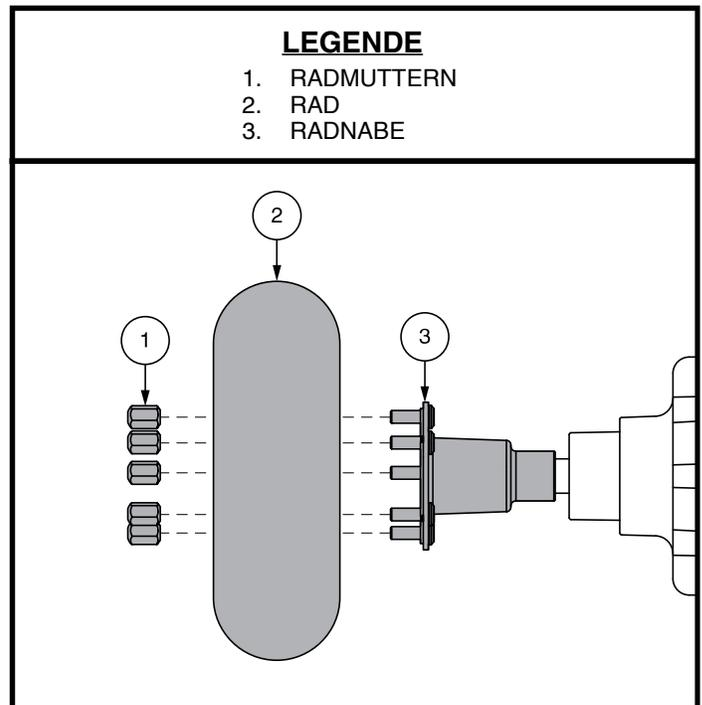

Abb. 27. Reifenradenthebung
4. Entfernen Sie die Radmuttern Antriebsrades von der Radnabe. **Siehe Abb. 27.**